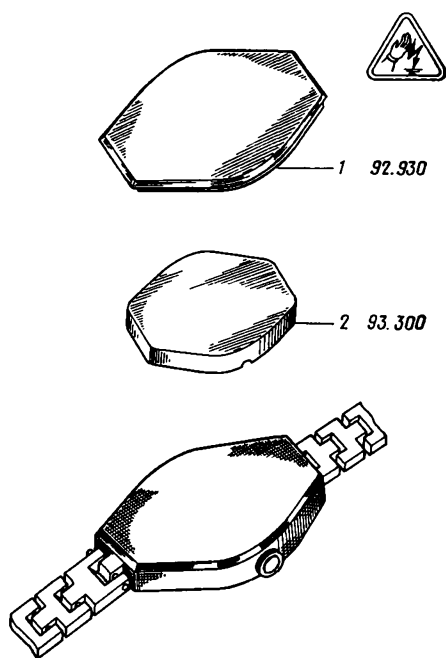

Рис. 92
2. Снять крышку (дно) 1 (рис. 92)